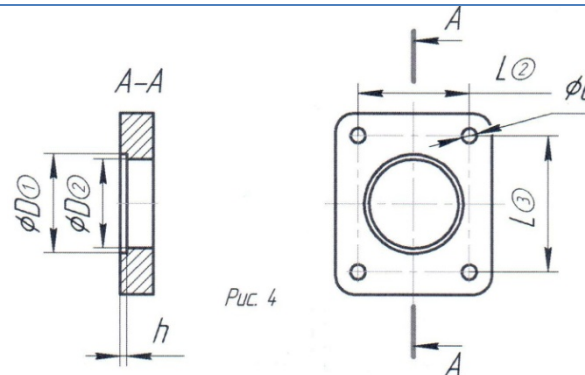

Рис. 4
4. Снять размеры с соединительного фланца кронштейна (рис.4).